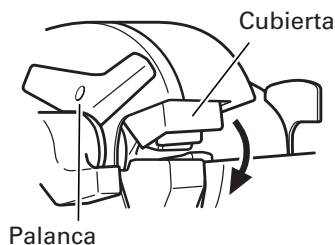

Fig. 16
- **Asegúrese de comprobar que la cubierta de la cortadora se encuentre cerrada. Si deja la cubierta abierta, la cortadora podría ponerse en contacto con otros objetos y provocar un accidente grave. (Fig. 16)**